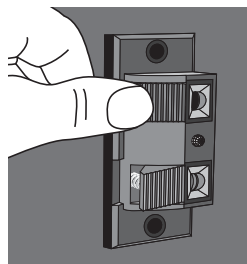

figure 4
2. Appuyer doucement sur le bouton presseur pour ouvrir la borne (**figure 4**).